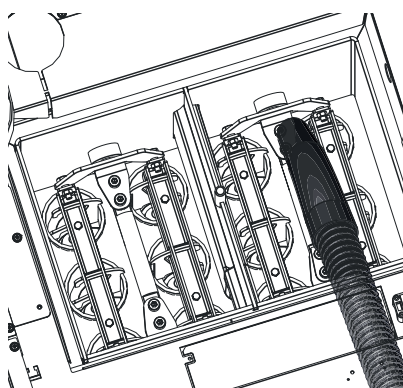

Fig. 52 Aspirare la cenere
- ▶ Aspirare la cenere dalle superfici riscaldanti – Fig. 52.